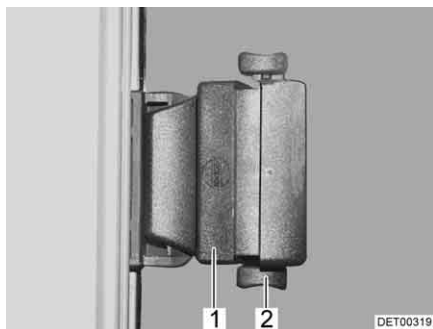

Fig. 98 Janela deslizante com trinco de pressão
- Solte o dispositivo de bloqueio (Fig. 98,2).
- Pressione o manípulo (Fig. 98,1) e, ao mesmo tempo, mova-o para diante ou para trás.